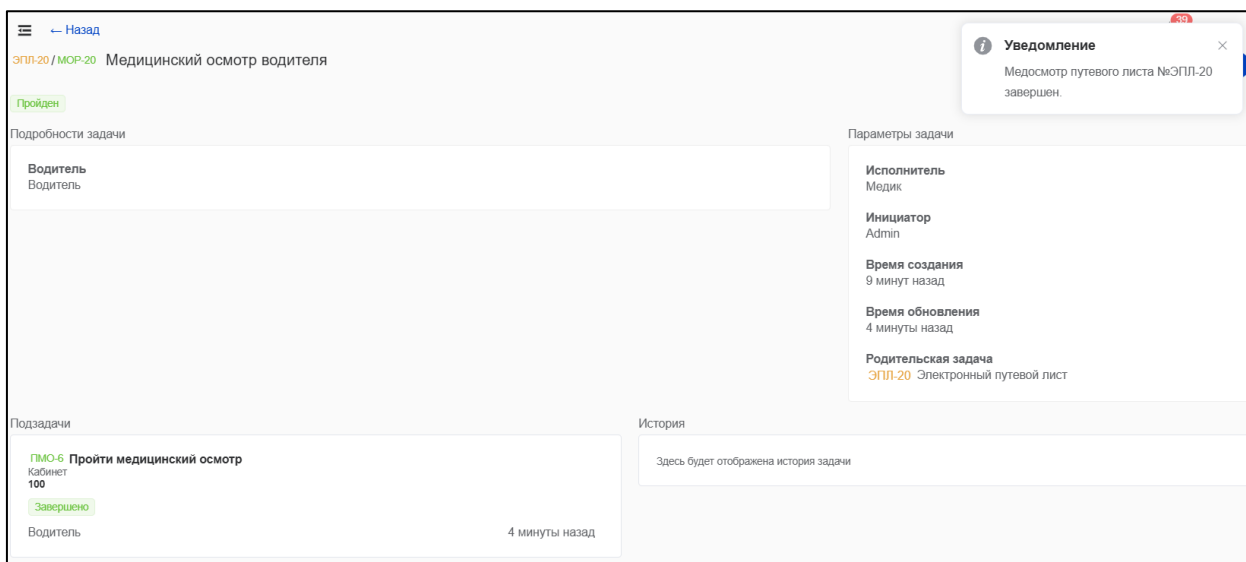

Рисунок 66 – Медосмотр завершен
8) Медосмотр завершен (Рисунок 66). Статус задачи перешел в статус «Пройден».